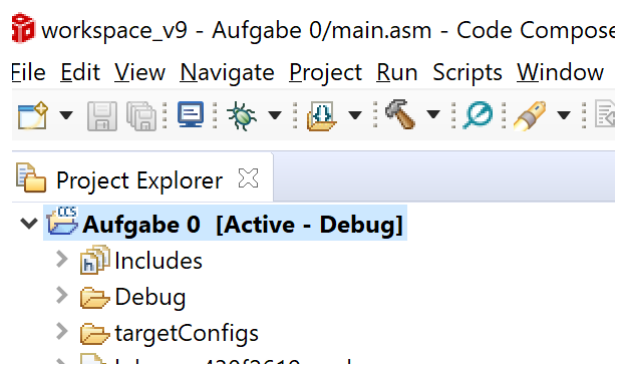

Abbildung 3: Hauptmenu der Arbeitsoberfläche
5. Fügen Sie hinter dem Kommentar „main loop“ den Befehl „`jmp $`“ ein und wählen Sie danach im Menu „Project→Build Project“. Alternativ klicken Sie auf den Hammer im Hauptmenu. (siehe Abbildung 3.) Nach einiger Zeit (i.d.R. werden im Hintergrund noch einige Bibliotheken für Ihr Programmierziel erstellt) erscheint die Nachricht „\*\*\*\* Build Finished \*\*\*\*“.